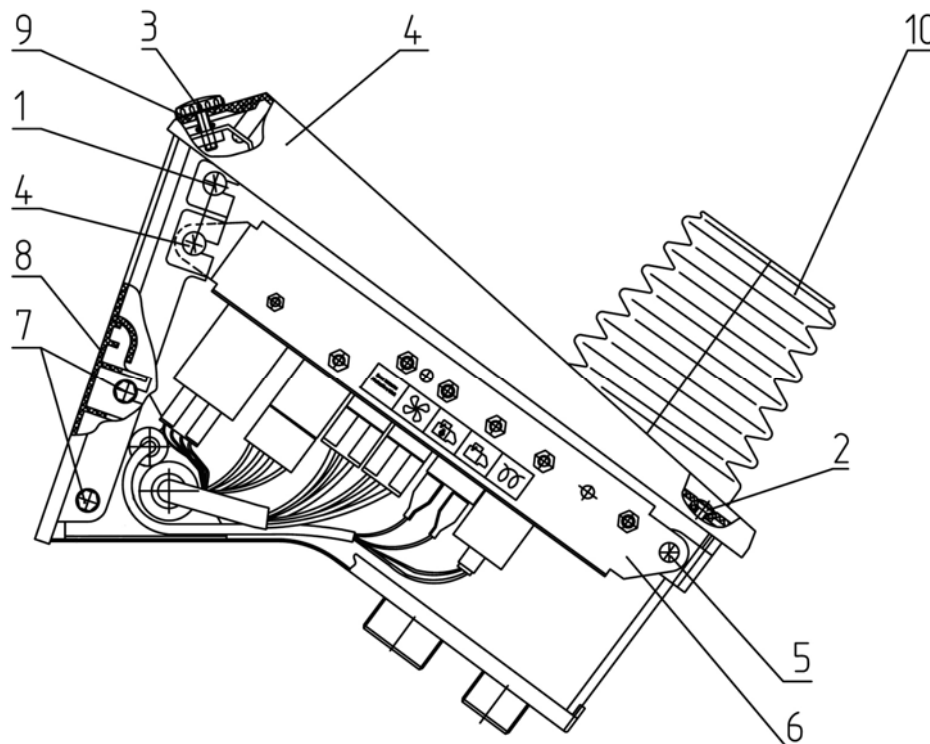

Рисунок 11.22
- а) отверните винты 1 (рисунок 11.22), 2 и быстросъемный винт 3;
Для замены комплектующих без снятия щитка приборов (рисунок 11.22), выполните следующее:
в) для замены задней стенки 7 предварительно отверните крепящие стенку болты 8, 9, отверните быстросъемный винт 3, (рисунок 11.22) и затем замените стенку;